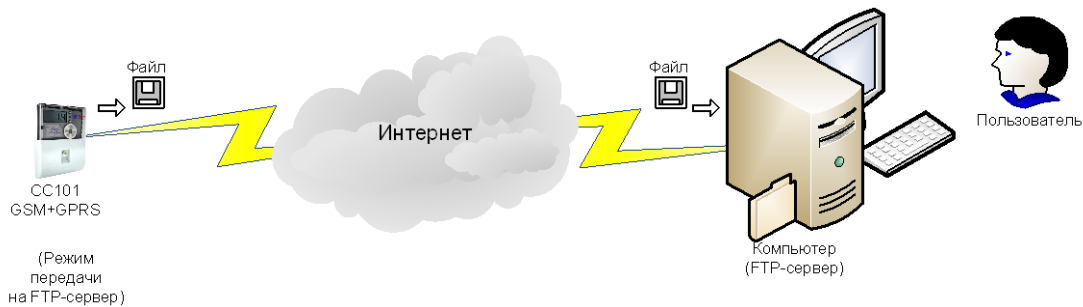

Рисунок 2.10. Передача показаний счетчика в файлах на FTP-сервер по заданию пользователя
2.10 Счетчик автоматически по расписанию передает свои показания в файлах на FTP-сервер пользователя, подключенный к сети Интернет (Рисунок 2.10). В этом варианте основной последовательный интерфейс свободен, а модуль расширения «GSM/GPRS контроллер» внутри счетчика работает в режиме передачи на FTP-сервер. Максимально допустимое расстояние до прибора ограничено только наличием доступа компьютера пользователя к сети Интернет, а счетчика – к сети оператора связи GSM/GPRS. Необходимые показания счетчика и контроллера (см. Таблицу 1.1 и 1.2), расписание передачи и адреса FTP-серверов получателей программируются пользователем заранее. Примеры получаемых пользователем файлов приведены в Приложении 1.